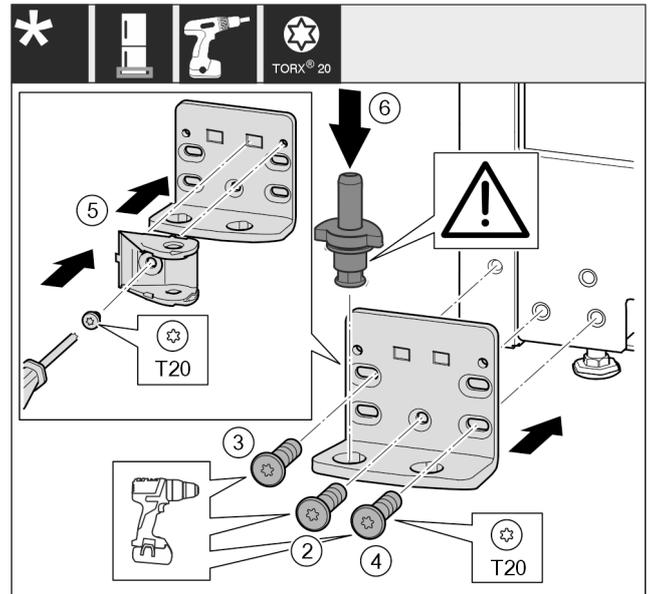

Fig. 21\*
- Applicare il blocco di supporto sull'altro lato e avvitarlo con l'aiuto di un cacciavite. Iniziare dalla vite Fig. 21 (2) in basso al centro.\*
- Stringere la vite Fig. 21 (3) e la vite Fig. 21 (4).\*